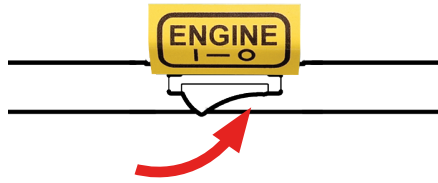

Abb. 8B – Startschalter aus
2. Den Startschalter (bei den Bedienelementen) in die Position „Aus“ drücken (Abb. 8B).